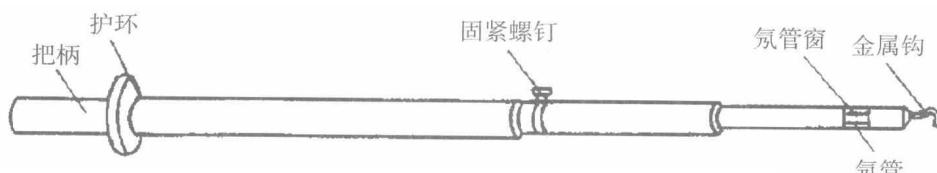

图 1-6 10kV 高压验电器
2.高压验电器。高压验电器又称高压测电器。主要用来测量电力输送网络中的高压电。10kV高压测电器由金属钩、氖管、氖管窗、固紧螺钉、护环和把柄等组成(如图 1-6 所示)。